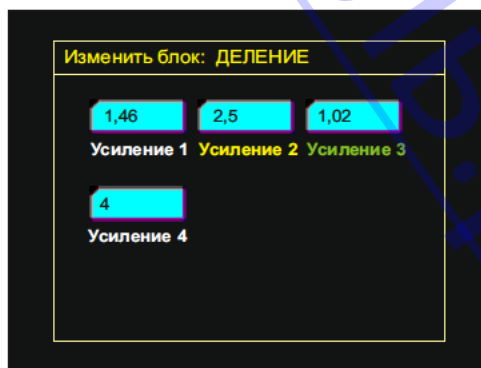

Рис. 49. Конфигуратор блока “Деление”
9.2.12 Конфигуратор блока содержит следующие конфигурационные окна (Рис. 49):